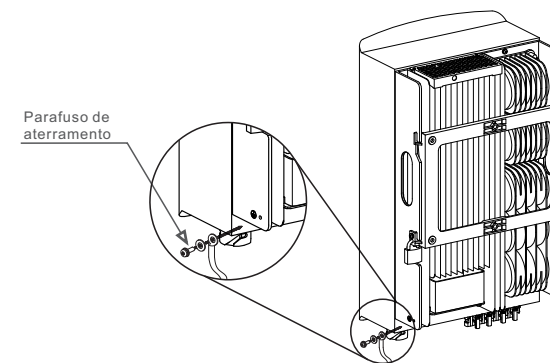

Figura 5.10 Cabo fixo
- 6) Conecte o cabo de aterramento ao ponto de aterramento no dissipador de calor e aperte o parafuso de aterramento, o torque é de 10 a 12 Nm (consulte a figura 5.10).